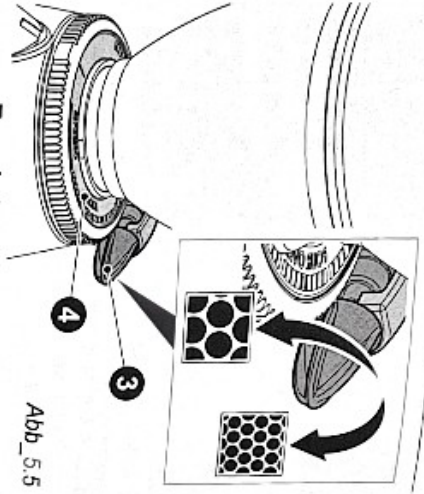

Abb. 5.5
Drehen Sie den Einstellknopf (3 - Abb. 5.5), um die Mahlfineinheit des gemahlene Kaffees zu verändern. Die Feineinstellung erfordert keine Arretierung. Mitt Kaffee zwischen den Mahlscheiben ist die Mahlfineinheit bei laufendem Motor einzustellen. Ist kein Kaffee vorhanden, ist sie bei ausgeschaltetem Motor einzustellen. Im Uhrzeigersinn wird die Mahlfineinheit feiner (und die Zahl auf dem Ring oben nimmt ab); umgekehrt wird die Mahlfineinheit gegen den Uhrzeigersinn gröber. Auf der Zahnringmutter befindet sich eine beidseitig gravierte Metallplatte (4), die die Wahl zwischen einer symbolischen und einer numerischen Einstellung ermöglicht.